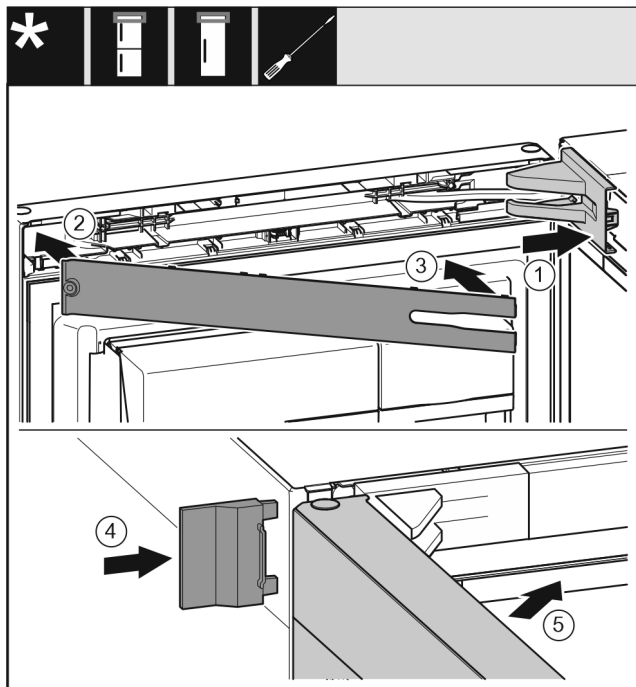

Fig. 51
- ▶ Поставете и фиксирайте капака на лагерната стойка, при нужда внимателно го натиснете настрани. Fig. 51 (1)
- ▶ Поставете капачката. Fig. 51 (2)
- ▶ Завъртете навътре капачката и я фиксирайте. Fig. 51 (3)
- ▶ Нахлузете външния капак. Fig. 51 (4)
- ▶ Затворете горната врата. Fig. 51 (5)